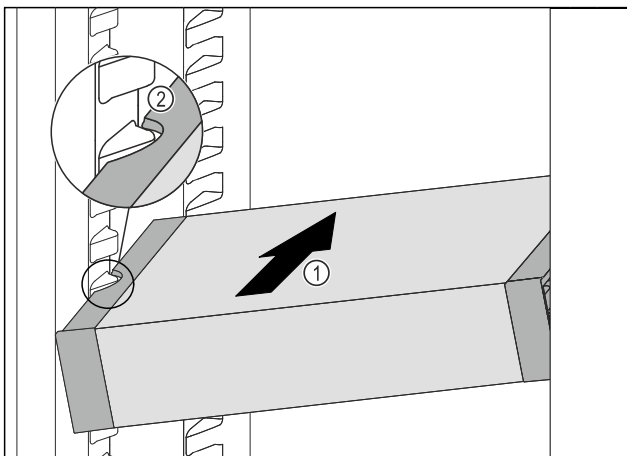

Fig. 173
- Insérer le VarioSafe en biais dans la partie réfrigérateur Fig. 173 (1) jusqu'à ce que les encoches latérales Fig. 173 (2) du VarioSafe se trouvent à la hauteur de la nervure du bac dans la partie réfrigérateur.